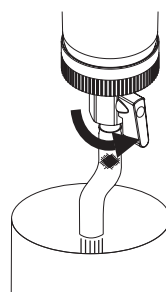

рис. 2
- Поверніть кульовий кран на 90° вниз (рис. 2) до досягнення вертикального положення (відкрито).